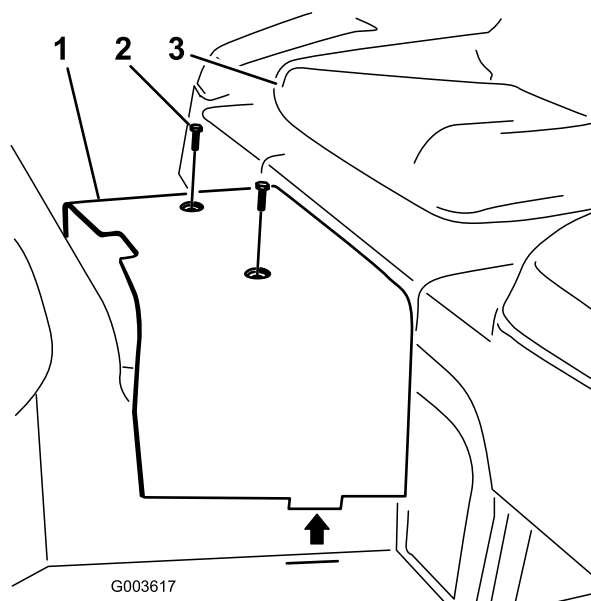

図 6
7. センターシュラウドをフレームに固定しているネジ（2本）を外す（図 6）。シュラウドを外して保管する。